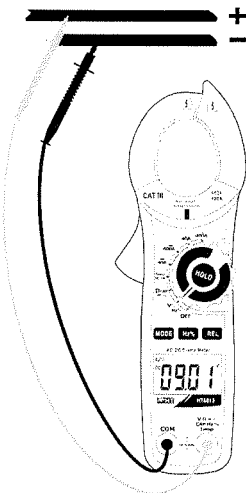

Fig. 2: Uso de la pinza en medida de Tensión CC
2. Inserte el cable rojo en el terminal de entrada $V_{\Omega} \rightarrow \text{CAPHz} \%$ Temp y el cable negro en el terminal de entrada COM (ver Fig. 2)